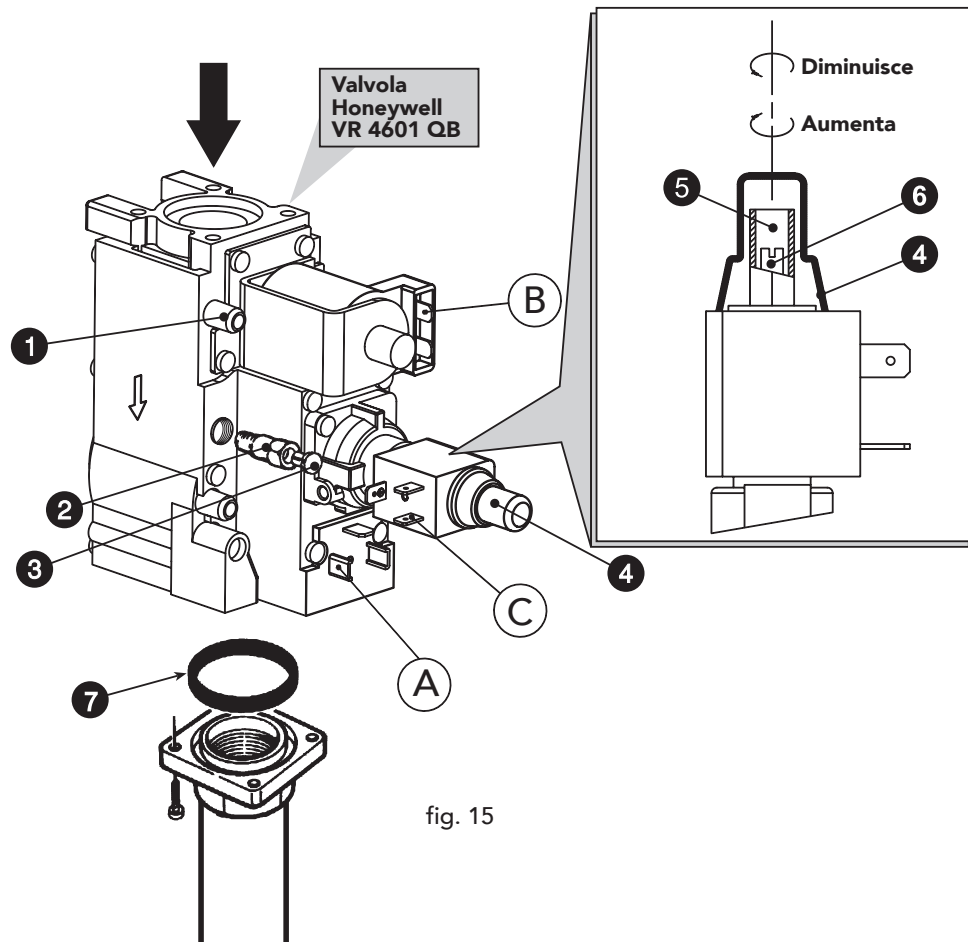

fig. 15
Le operazioni di regolazione della pressione si effettuano con caldaia in funzione operando sul regolatore di pressione presente sulle valvole gas a 2 stadi (vedere fig. 15).
- 3 Togliere il coperchietto di protezione del regolatore di pressione 4 di fig. 15.
- 1 Ruotare lentamente in senso orario la manopola del termostato di regolazione fino al 1° click; la valvola gas verrà così alimentata solamente sulle connessioni A e B (vedere fig. 15).
- 2 Agire sulla vite 6 di fig. 15 controllando che la pressione corrisponda ai valori della tabella dati tecnici al paragrafo 4.3.
- 1 Ruotare la manopola del termostato di regolazione al valore massimo; la valvola gas verrà ora alimentata sulle connessioni A, B e C (vedere fig. 15).
- 2 Agire sulla vite 5 di fig. 15 controllando che la pressione corrisponda ai valori della tabella dati tecnici al paragrafo 4.3.
- 2 Togliere dalla valvola gas il piccolo tappo 3 (fig. 15), avvitare sulla valvola il regolatore "STEP" di accensione 2 contenuto nel kit di trasformazione e rimettere sul regolatore il tappo 3.
Eseguire le stesse operazioni spiegate precedentemente avendo cura di togliere il regolatore "STEP" di accensione 2 di fig. 15 della valvola gas; il tappo 3 di fig. 15 deve essere montato direttamente sulla valvola.